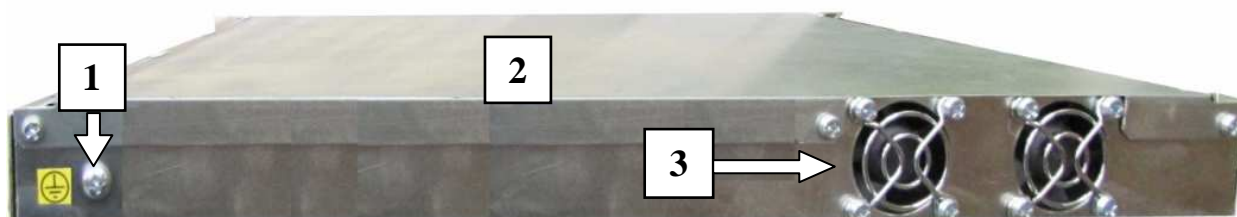

Рисунок 1.2 - Инвертор ШТИЛЬ серии (STS). Вид с тыльной стороны
1.1.3.1 Описание конструктивных элементов тыльной части изделия (см.рисунок 1.2):